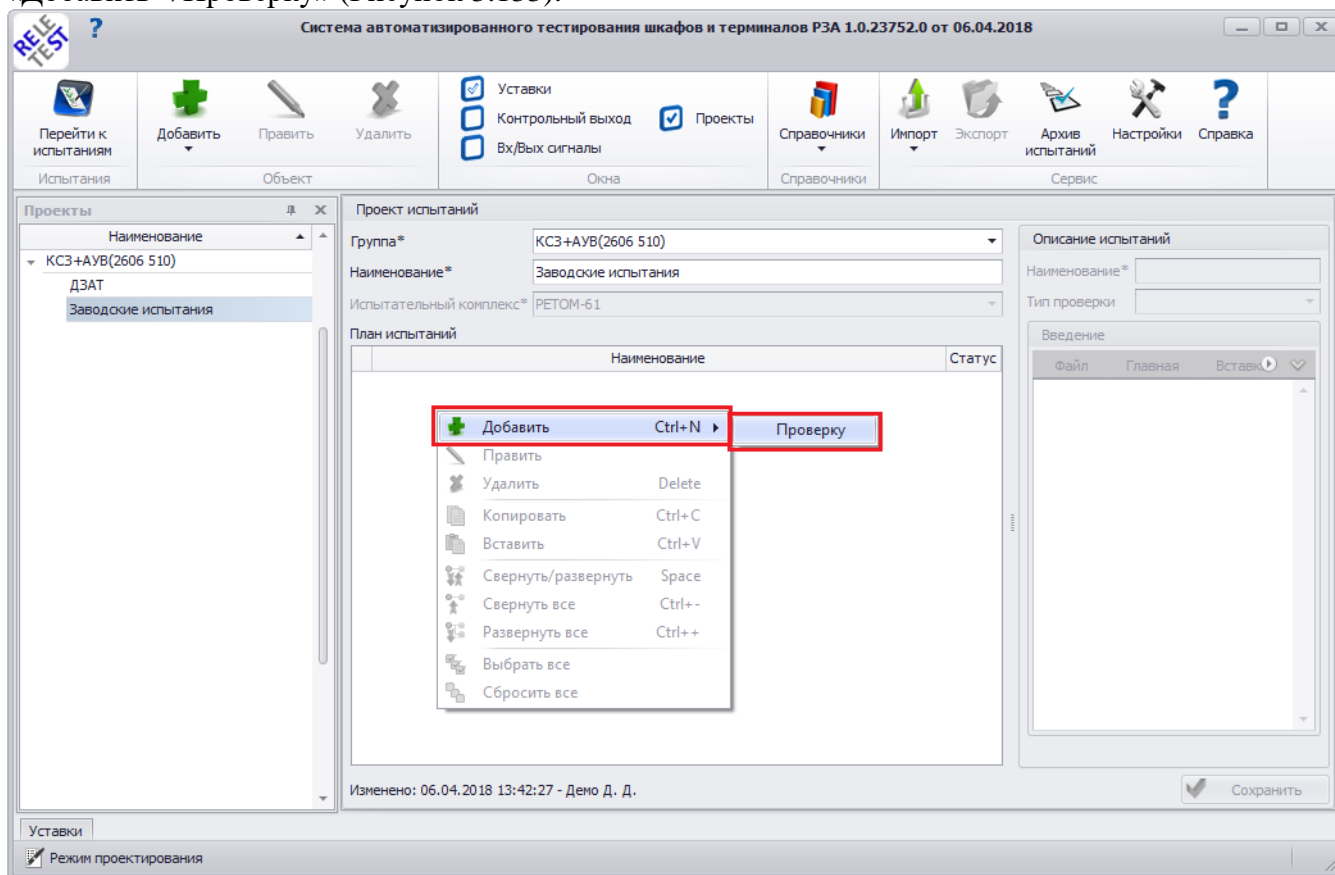

Рисунок 3.133
- установить фокус мыши на таблицу «План испытаний» и нажать правую клавишу мыши, в результате откроется контекстное меню, в котором нужно выбрать пункт «Добавить→Проверку» (Рисунок 3.133).